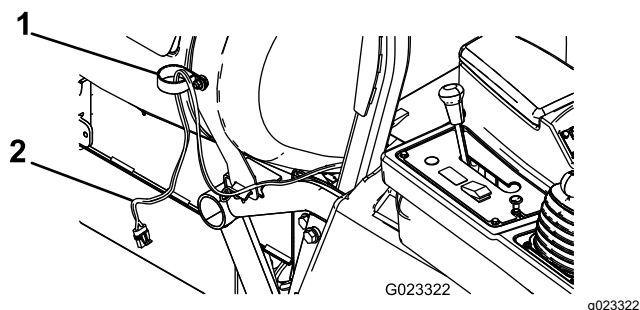

Рисунок 2
4. Прикрепите малый R-образный хомут к каретному болту с помощью фланцевой гайки (3/8 дюйма), как показано на Рисунок 2.
5. Проложите конец жгута проводов, идущий от торца шлангового барабана, через R-образный хомут, как показано на Рисунок 2.